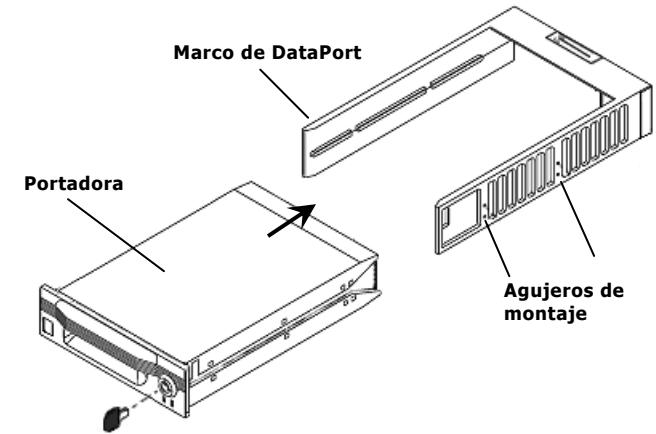

Ilustración 2 - Portadora (con las cubiertas instaladas) y marco
7. Con los destornilladores suministrados, fije el ensamblaje del marco al equipo mediante los agujeros de montaje laterales del adaptador (véase Ilustración 2). DataPort también posee agujeros de montaje inferiores en caso de que necesitara montar el marco en la parte inferior.